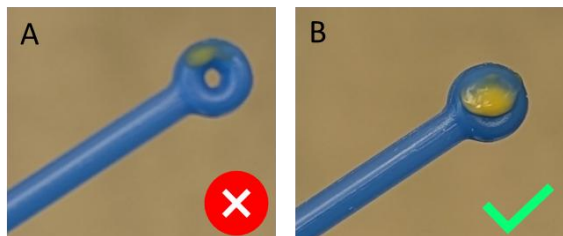

Figure 1 : Remplissage correct de l'anse d'ensemencement 1µL
- a. Prélever une anse calibrée **pleine (taille 1µL)** de colonies bactériennes (voir Figure1) et la re-suspendre dans **100µL** de solution saline à 0,85-0,90 %. Utiliser plusieurs colonies afin d'éviter les variants atypiques.